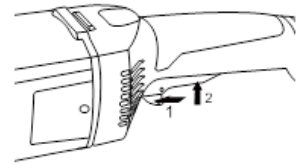

Рис. 3.3 Модель
3. Сдвиньте вперед блокиратор (1, рис. 3.3) и надавите на выключатель (2, рис. 3.3)
4. Для выключения УШМ отпустите выключатель (2, рис. 3.3)